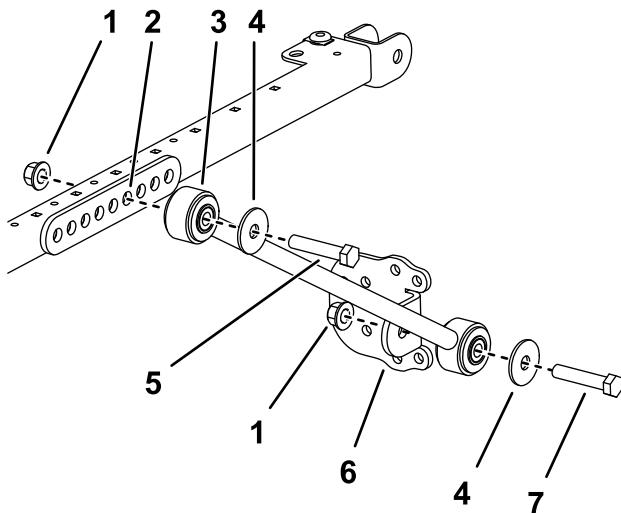
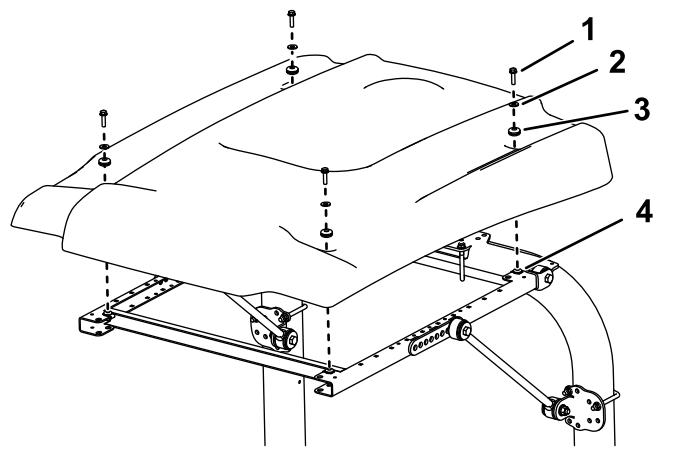

図 20
図 21
12. サンシェードのフレームの左右それぞれの側で、ブレース取り付け部の 4 番目の穴に延長リンクを仮止めするボルト $\frac{1}{2} \times 2\frac{3}{4}$ " 2 本、フランジナット $\frac{1}{2}$ " 2 個を使用して図 20 のように取り付ける。
| 13. 各ブレースに、ブレースブラケットを仮止めするボルト $\frac{1}{2} \times 2\frac{1}{2}$ "、ワッシャ $\frac{1}{2}$ "、フランジナット $\frac{1}{2}$ "を使用し、図 20 のように取り付ける。 | 17. サンシェードの各コーナー部をフレームに仮止めするフランジヘッドボルト $5/16 \times 1\frac{1}{4}$ " 1本、小さいワッシャ1枚、ハトメ 1 個を使用する図 21。 |
16. 図 21 に示すようにサンシェードをフレームに載せて、取り付け穴を整列させる。